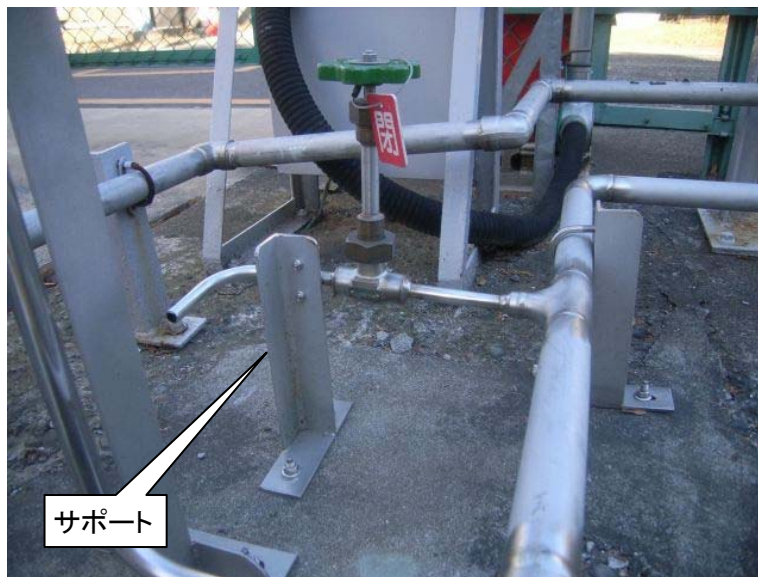

図 3 配管サポートの設置状況
- ・ 充てん側ブローバルブをステンレス製(SCS13A)に更新し、バルブと配管の継手(溶接部)にかかる応力を緩和するために、ブロー配管にサポートを設置した。(図3)